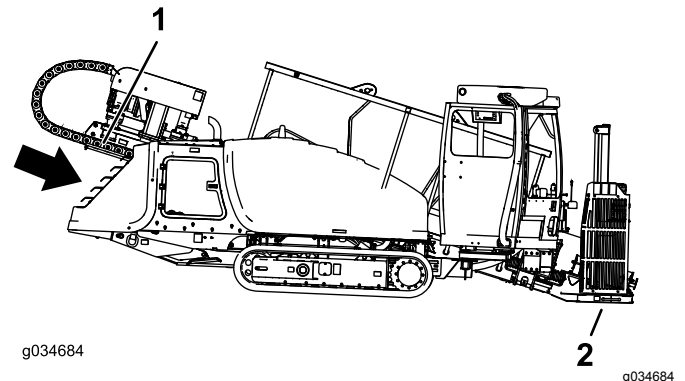

**Bild 45**
4. Senken Sie den Schubrahmen ab und kippen Sie den Bohrrahmen, bis die Platte den Boden berührt (Bild 45).